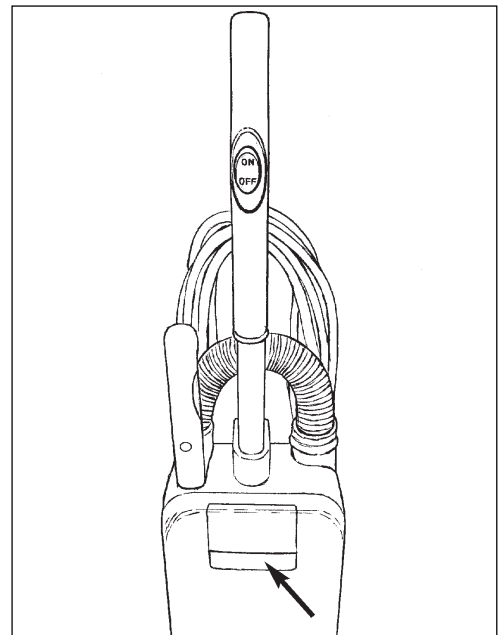

Figura 17
2. Saque la parte delantera del alojamiento del depósito. Para abrir el alojamiento del depósito, eleve la empuñadura de liberación (consulte la figura 17).